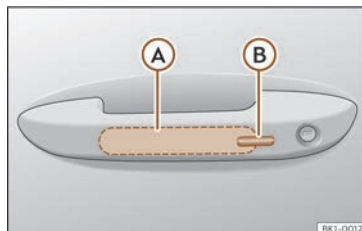

Fig. 69 Poignée de la porte : surfaces sensibles.
>>> **fig. 69**
- Touchez la surface sensible >>> **fig. 69** Ⓑ située sur la face extérieure de la poignée de porte. Tous les clignotants clignotent en même temps.
- Dans les 5 secondes qui suivent, touchez une fois le capteur sur la face extérieure de la poignée de porte >>> **fig. 69 (B)**. Ce faisant, ne saisissez pas la poignée. Le système Keyless Access est temporairement désactivé.
Pour **fermer à l'aide de la fonction confort** toutes les vitres électriques et le toit ouvrant, maintenez appuyé quelques secondes un doigt sur la surface sensible de verrouillage >>> **fig. 69 (B)** de la poignée de porte jusqu'à ce que les vitres et le toit se ferment.